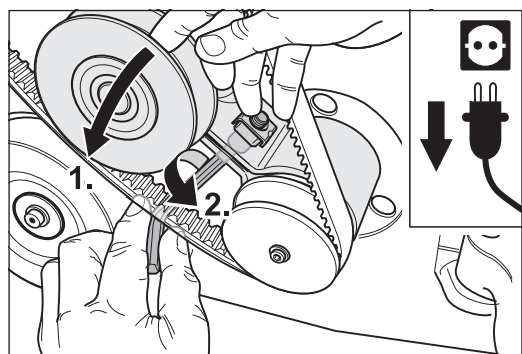

Abb. 66 Zum Spannen des Keilriemens für den Ventilator den Riemensteller verdrehen (1.) und die Klemmschraube anziehen (2.). Abbildung ähnlich.
- 7 Spannen Sie den Keilriemen für die Absaugung durch drehen des Riemenstellers (Abb. 66, 1.) und ziehen Sie die Klemmschraube sorgfältig an (Abb. 66, 2.).